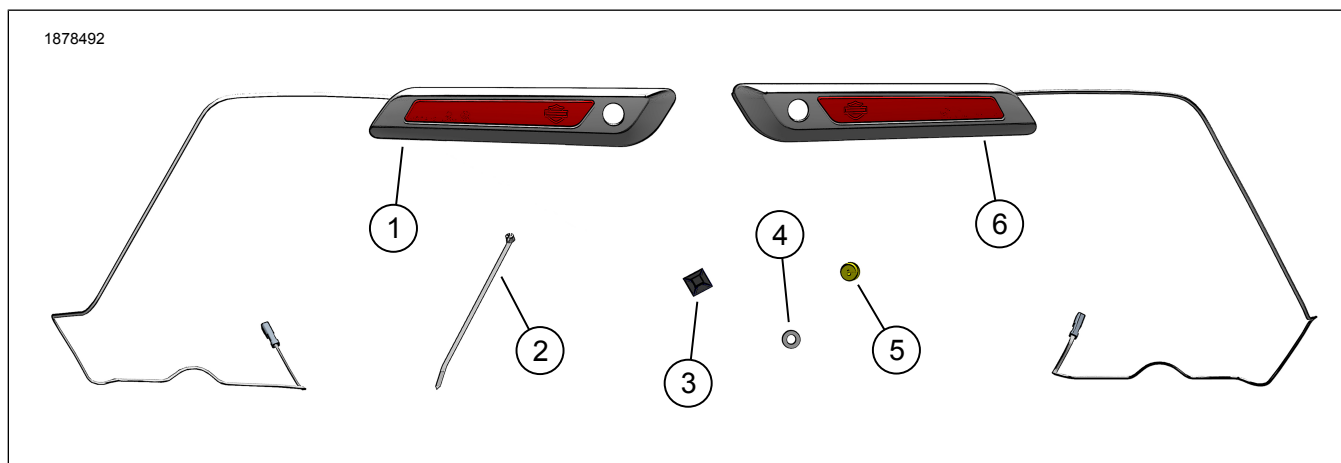
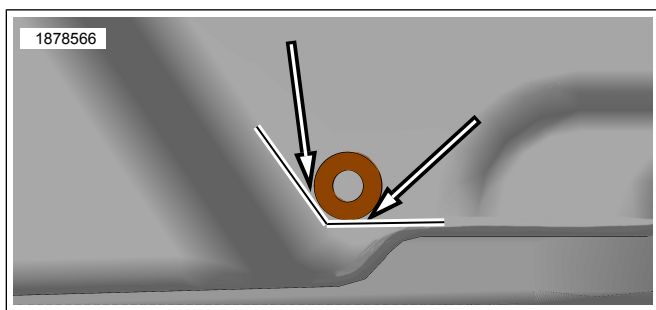
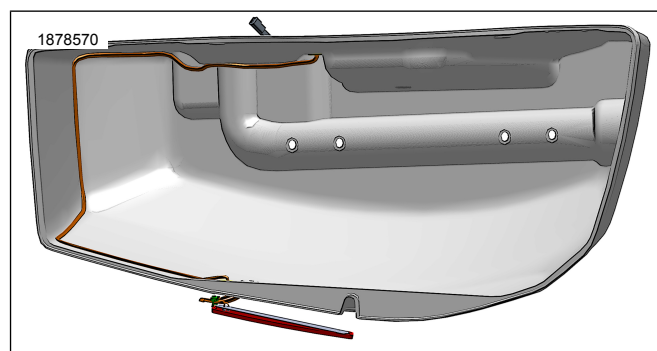

Figura 1. Conteúdo do kit: Kit de lâmpada de marcação lateral do alforje
Figura 5. Localização da perfuração do furo inferior do alforje
Figura 6. Orientação do chicote de fios
- b. Veja Figura 1 e Figura 5. Use a arruela plana (4) do kit como guia de localização da perfuração, colocando a arruela plana contra a superfície do alforje, tocando apenas o raio na lateral e na parte inferior do alforje.
Veja a figura 1. e Veja a figura 6. Direcione o arnês dentro do alforje conforme mostrado, prendendo com abraçadeiras (2) e âncoras (3) conforme necessário para manter o posicionamento do arnês.